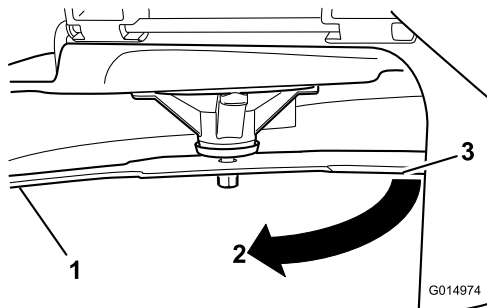

Figura 54
3. Segunda distancia medida entre cuchilla y superficie (B)
4. Gire la misma cuchilla 180 grados de manera que el otro extremo esté en la misma posición (Figura 54).